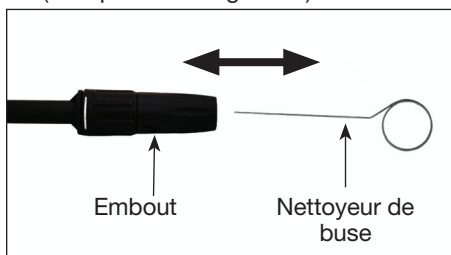

Figure 15
- Utiliser le nettoyeur de buse inclus ou un trombone déplié et insérer le fil dans le trou de l'embout pour ensuite utiliser un mouvement de va et vient jusqu'à ce que les débris soient débloqués (se reporter à la figure 15).